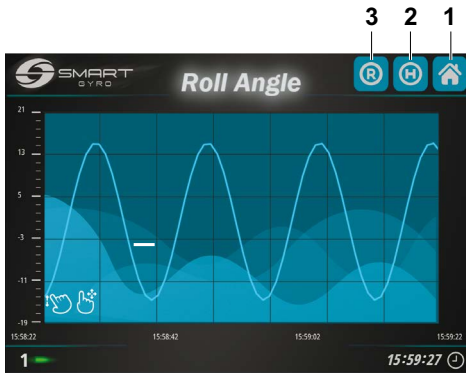

Figure 26
la page Angle de roulis s'affiche à l'écran (Figure 26).
Lorsque vous appuyez sur l'icône « R » dans le coin supérieur droit (Figure 26, (3)), la visualisation du graphique est lancée ; le graphique défile vers la gauche.
Lorsque vous appuyez sur l'icône « H » (Figure 26, (2)), l'écran visualise les données stockées dans la mémoire non volatile de l'écran, en arrière-plan.
Appuyer sur l'icône Accueil dans le coin supérieur droit (Figure 26, (1)) pour être redirigé vers la page d'accueil.